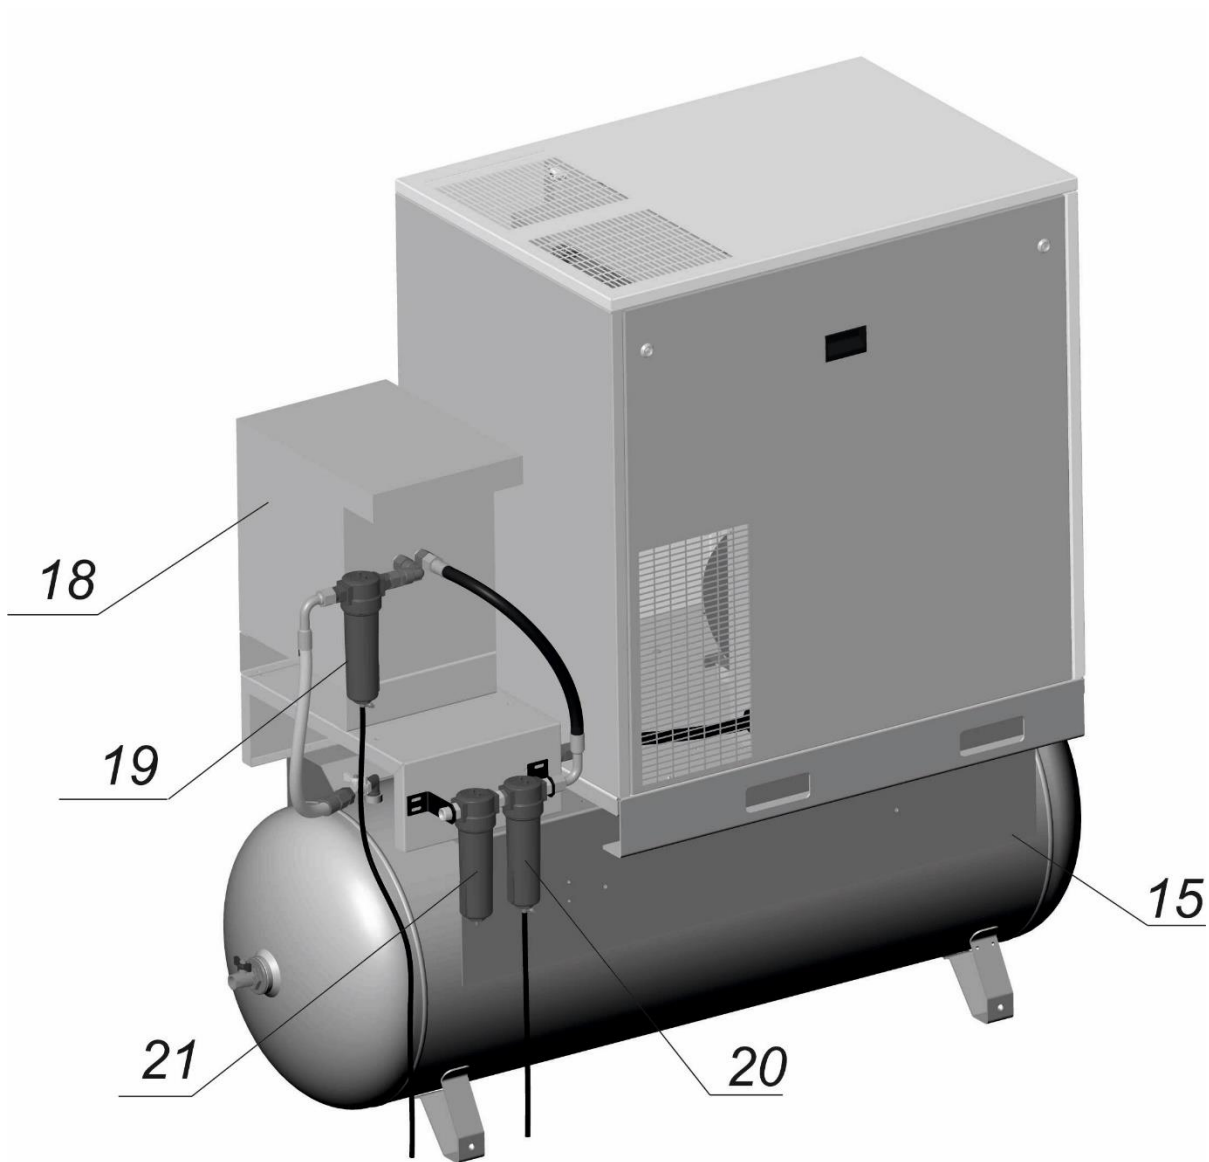

Рисунок 4 – Общий вид компрессорной установки BK20T-16-500D2
**19 – Фильтр сжатого воздуха (3мкм)** (см. рисунок 4) предназначен для удаления из воздуха, поступающего в осушитель, капельной влаги, твердых частиц и масла.
**20 – Фильтр сжатого воздуха (микрофильтр, 0,1мкм)** (см. рисунок 4) предназначен для устранения твердых частиц, воды, масла, углеводов и паров.
**21 – Фильтр сжатого воздуха (микрофильтр, 0,01мкм)** (см. рисунок 4) предназначен для устранения твердых частиц, воды, масла, углеводов и паров.